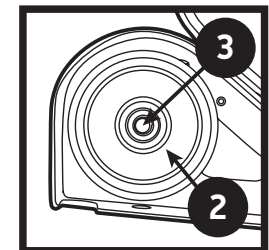

Figura 12
3. Instale la intermedia superior de forma tal que la superficie interior del cojinete sea de aproximadamente 1,524 cm desde el soporte del cojinete. Asegure la rueda con un juego de tornillos de bloqueo. (Figura 12)